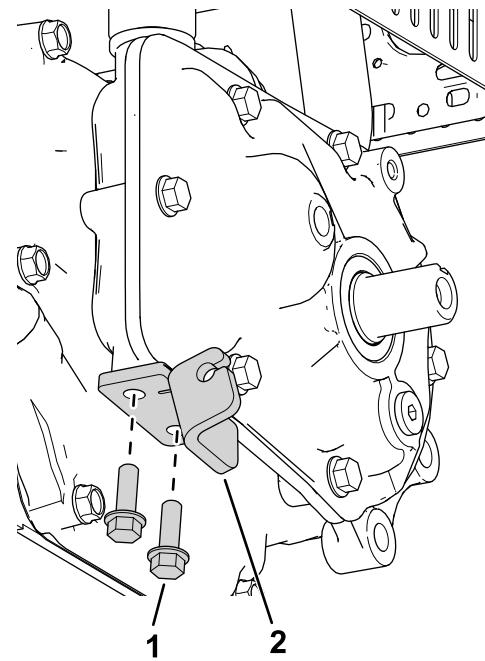

Figura 1
1. Instale a placa da embraiagem com dois parafusos (1/4 pol. x 3/4 pol.) como se mostra na Figura 1.